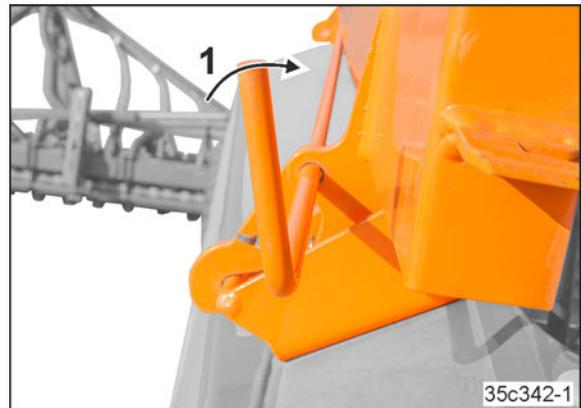

Fig. 228
1. Détacher le verrouillage du couvercle (Fig. 228/1)